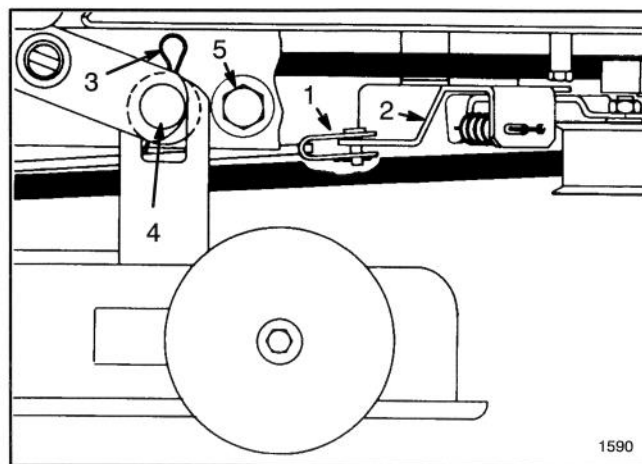

Figure 18
9. Retirer la goupille fendue et l'axe de chape rattachant la tige de frein de l'unité de coupe au support de la poulie de renvoi (Fig. 18).
10. Retirer les 2 goupilles en épingle à cheveux et les rondelles rattachant le carter de tondeuse aux axes d'assemblage (Fig. 18). Saisir le carter de tondeuse et le déplacer latéralement pour le dégager des axes, puis vers l'avant pour laisser descendre les supports avant.
5. Retirer les boulons, pièces d'arrêt et contre-écrous rattachant les butées de l'unité de coupe de chaque côté du châssis de la tondeuse (Fig. 18). Glisser le carter de tondeuse vers l'arrière pour relâcher la tension de la courroie.